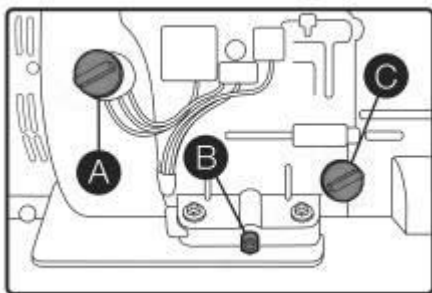

Рисунок 12.
- Удалите пробку сливного отверстия («В» на рис. 12).